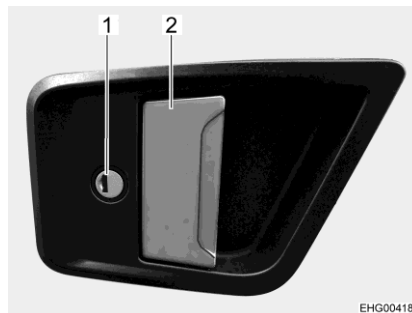

Bild 40 Dörrlås (ingångsdörr utsida)
- Stick in nyckeln i låscylindern (Bild 40,1) och vrid den ända tills dörrlåset har låsts upp.
- Drag i dörrhandtaget (Bild 40,2). Dörren är öppen.
- Stick in nyckeln i låscylindern (Bild 40,1) och vrid den ända tills dörrlåset har låsts.